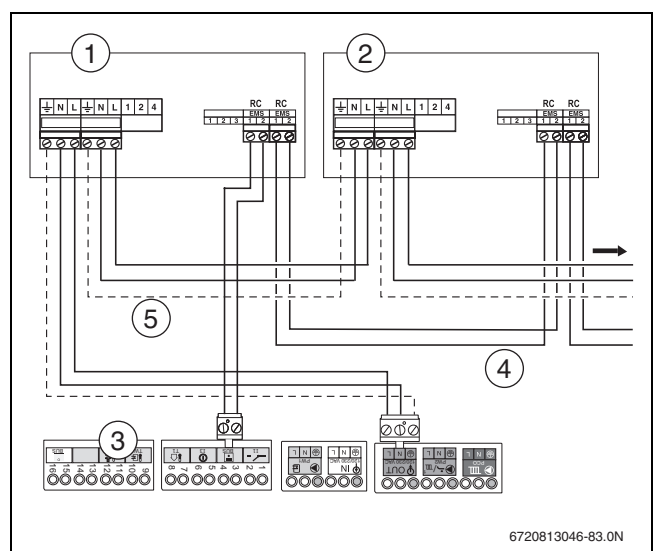

Bild 37 Anschluss mehrere Funktionsmodule
- EMS-Busanschluss des ersten Moduls für das zweite Modul verwenden. Hierzu das mit dem Modul mitgelieferte Kabel verwenden (→ Bild 37, [4]).